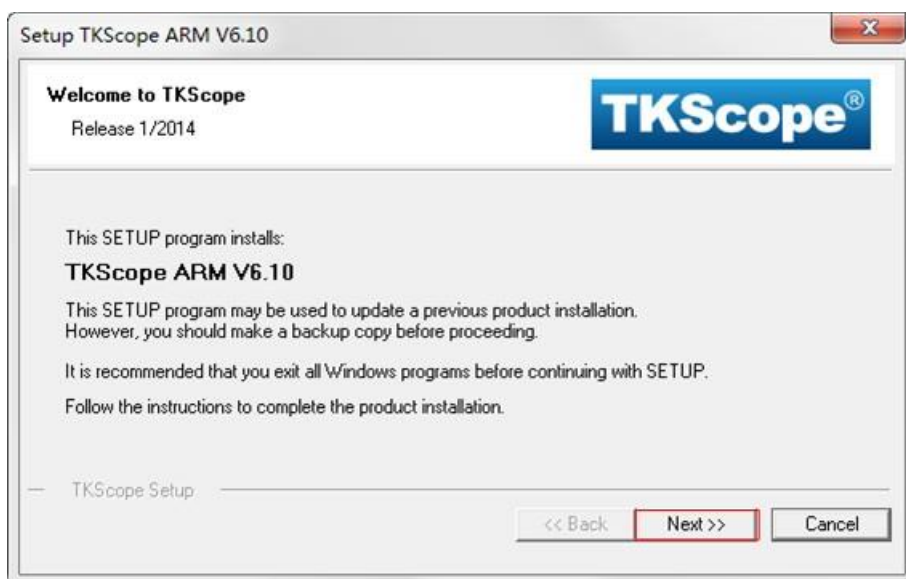
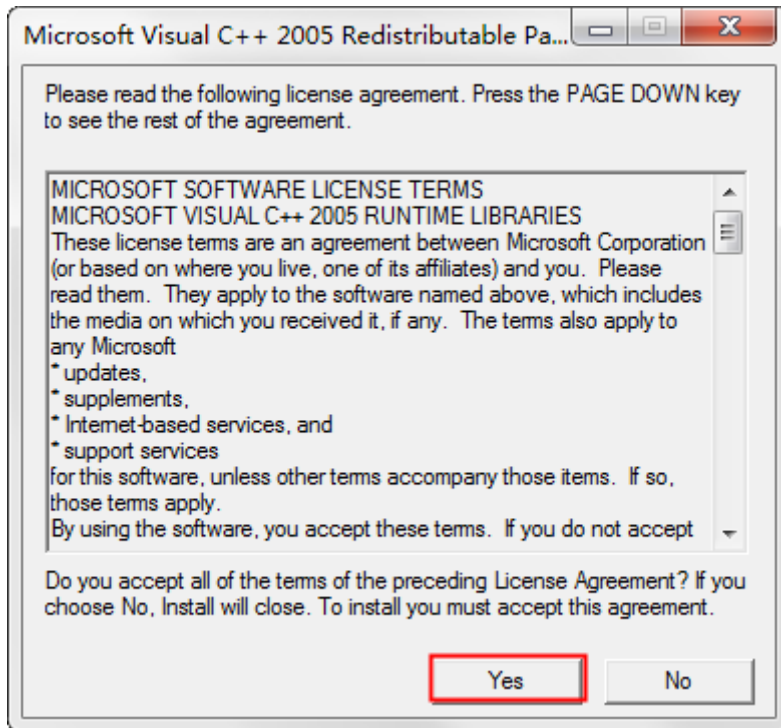

图 2.34 TKScope ARM 安装向导
图 2.42 VC8 运行库
- (1) 软件开始安装后，在安装向导页面点击【Next】，以便安装能顺利进行，如图 2.34 所示。
- (1) 图 2.34 中的 vcredist_x86_cn_XP.exe (这里以 Windows XP 为例，请选择与您的操作系统对应的版本)，系统弹出如图 2.42 所示的对话框，点击【是(Y)】